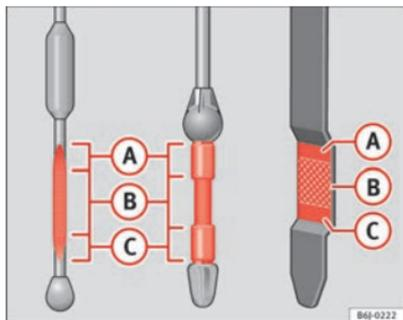

Fig. 123 Varilla de medición del nivel de aceite
- A continuación, vuelva a extraerla y compruebe el nivel de aceite ⇒ fig. 123. En caso necesario, reponga aceite del motor.